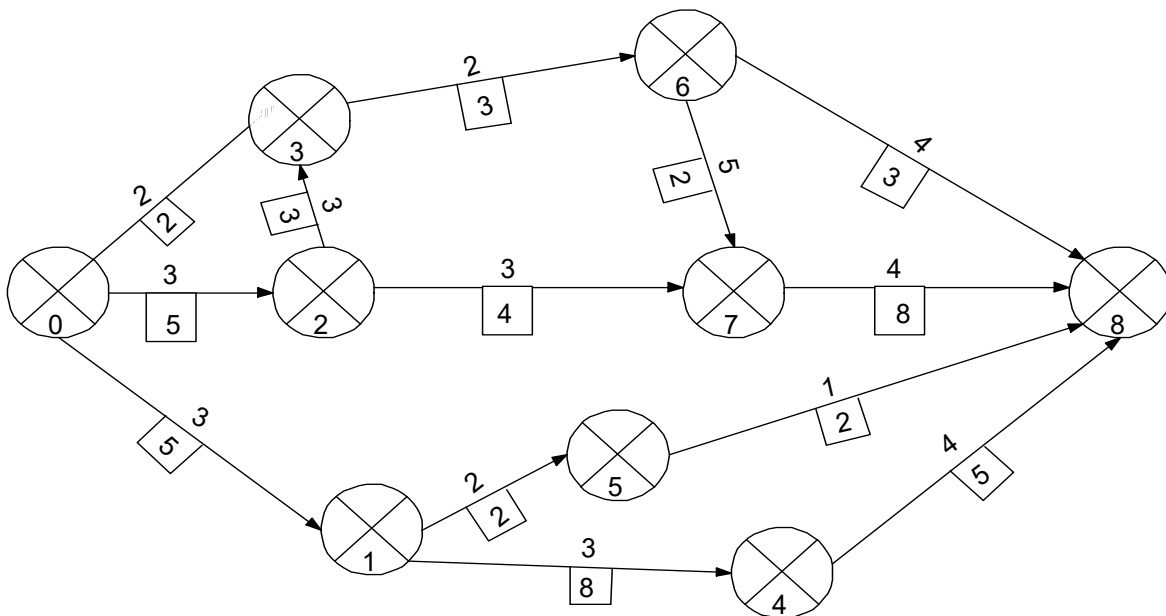

Рисунок 4.1 – Исходные данные для задачи 3
**Задача 3.** Оптимизировать сетевой график (рисунок 4.1) по времени выполнения при ограниченном ресурсе исполнителей 10 человек. Для простоты принимаем один вид исполнителей – конструкторы. Над стрелками (работами) указана продолжительность работ, а под стрелками (в квадрате) – число исполнителей.